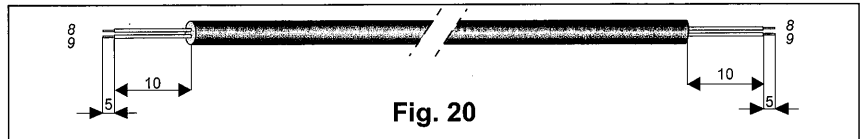

Fig. 20
5. Preparare le estremità del cavo bipolare per la connessione come illustrato in fig. 20.
6. Disconnettere il resistore (4) dal cavo bipolare dell'unità interna e connettere al suo posto il connettore del cavo bipolare (3).
7. Connettere l'altra estremità del cavo bipolare (3) ai terminali del filo bipolare dell'unità esterna (7).
8. Fissare il cavo elettrico multipolare con i fermacavi (6).